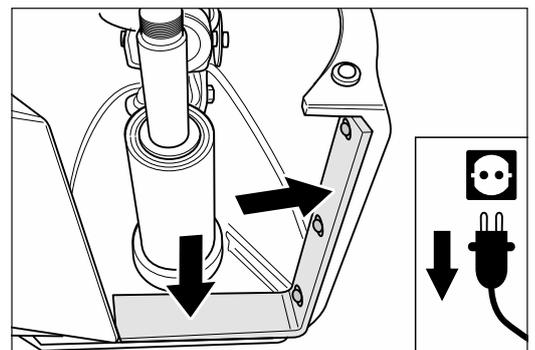

Abb. 53 Der Dichtfilz darf keine Beschädigungen aufweisen. Gegebenenfalls muss er ersetzt werden! **Abbildung ähnlich.**
- Beachten Sie, dass der Dichtfilz nicht beschädigt oder abgenutzt ist (Abb. 53)!